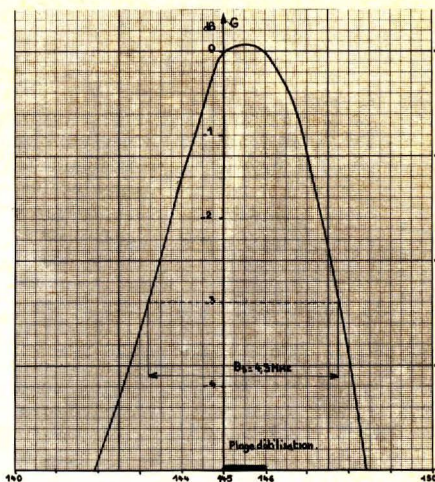

Figure 1
Les courbes des figures 1 et 2 permettent d'évaluer l'efficacité de la cavité. La partie utile étant limitée à quelques dizaines de MHz nous avons utilisé une échelle linéaire en fréquence. On notera que cela contribue à accentuer l'asymétrie de la courbe. Cette dernière est caractéristique de la résonance en tension aux bornes de la capacité d'un circuit oscillant série.
courbes sont pratiquement confondues, la valeur du coefficient de surtension (Q) en charge est facile à déterminer sur la courbe de la figure 1 où l'on a :